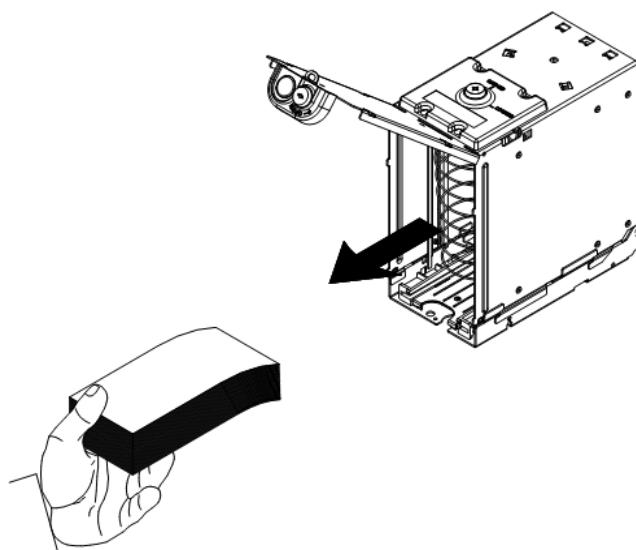

Рисунок 17
– откройте замок, расположенный на крышке, а затем поднимите крышку и извлеките банкноты (рисунок 17);